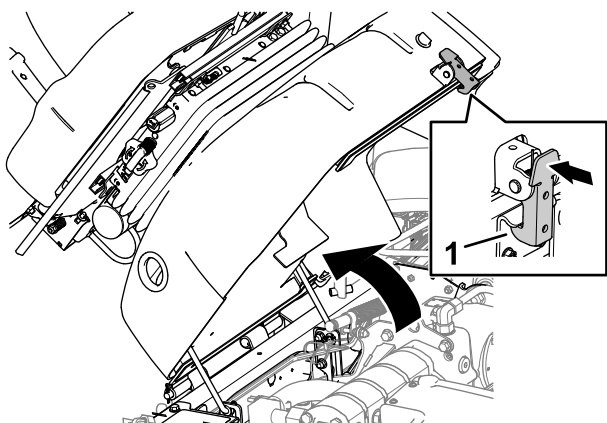

Figure 64
1. Déplacez le verrou du siège vers l'extérieur (Figure 64).